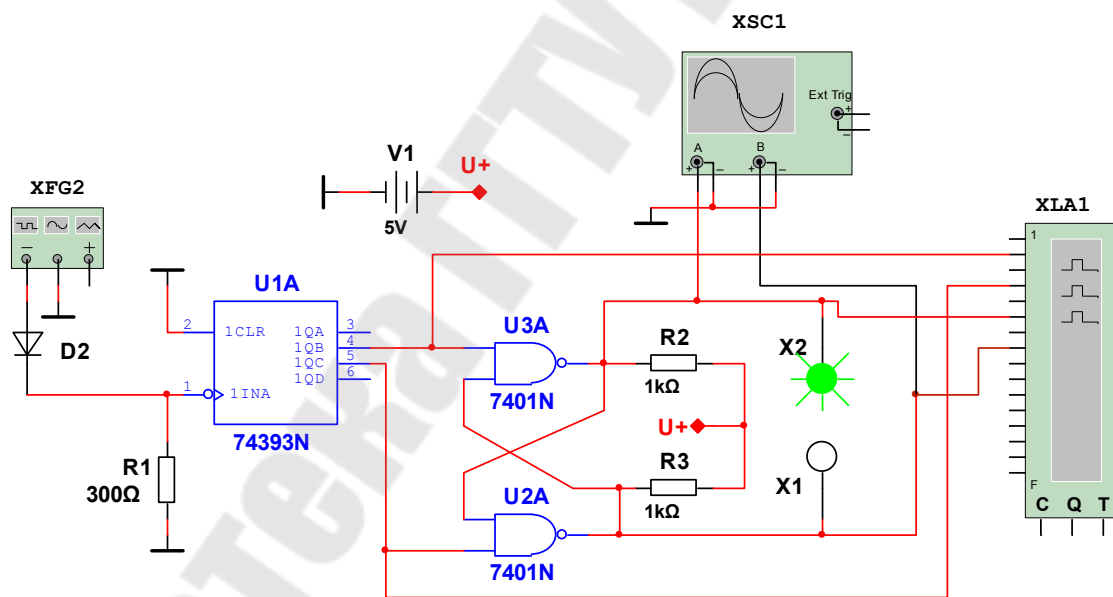

Рис. 6.3. Схема для исследования асинхронного RS-триггера
4. Используя БЛЭ И-НЕ, собрать схему асинхронного RS-триггера, показанную на рис. 6.3. На рис. 6.3 обозначено: V1 – источник постоянного напряжения; U1A1 – двоичный счетчик; U2A, U3A – логические элементы «И-НЕ» с открытым коллектором; R2, R3 – нагрузочные сопротивления для БЛЭ с открытым коллектором;
5. Исследовать работу асинхронного RS-триггера (рис. 6.3). Привести осциллограммы напряжений на входах и выходах триггера. Объяснить полученный результат, сделав выводы. Привести области применения RS-триггера. Можно ли использовать БЛЭ с открытым коллектором в данной схеме без нагрузочных сопротивлений? Почему?
6. Исследовать работу генератора импульсов на БЛЭ (рис. 6.3). На рис. 6.3 обозначено: U1A, U2A, U3A – логические элементы «И-НЕ»; R1, RP1, C1 – элементы, задающие частоту; XSC1 – осциллограф; XFC1 – частотомер.